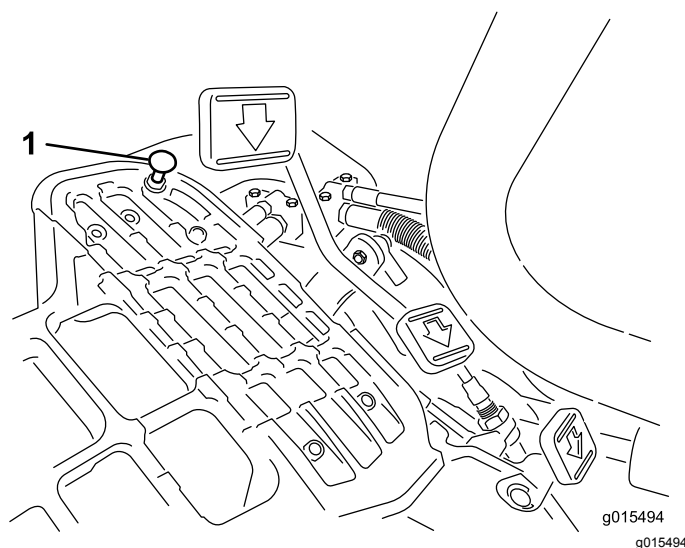

Figura 52
Premete il comando della trazione. Se il pedale tocca il fermo (Figura 52) prima che avvertiate la tensione sul cavo:
1. Allentate i dadi di bloccaggio flangiati che assicurano il fermo del pedale al pianale (Figura 52).